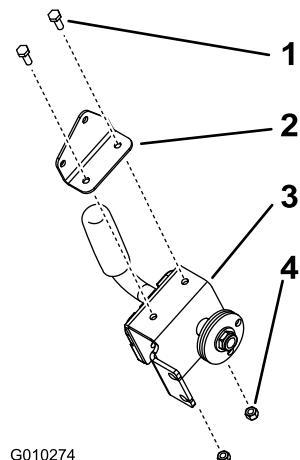

Figure 3
1. Montez l'ensemble poignée sur le support en équerre avec 2 boulons (1/4 x 3/4 po) et 2 contre-écrous (1/4 pouce) (Figure 3). Veillez à utiliser le support correct.